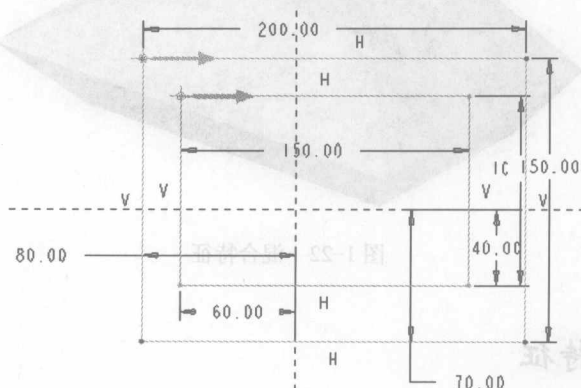

图 1-20 草绘第 2 个截面
2) 单击“草绘”工具栏中的“绘制矩形”按钮 , 绘制如图 1-20 所示的矩形, 并修改尺寸。